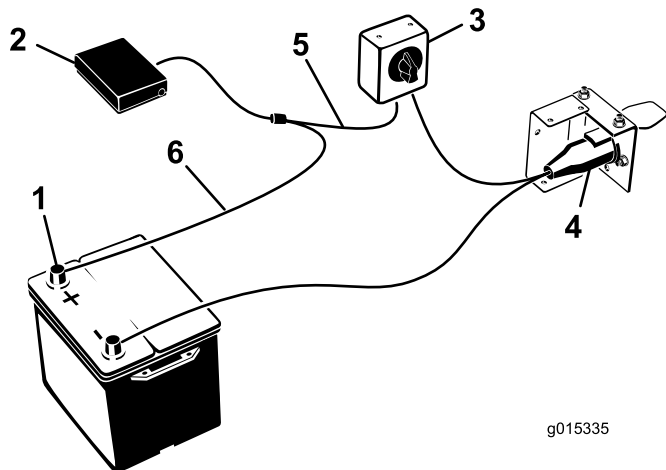

Figura 11
7. Conecte el arnés de cables a los componentes (Figura 11) de la siguiente manera: